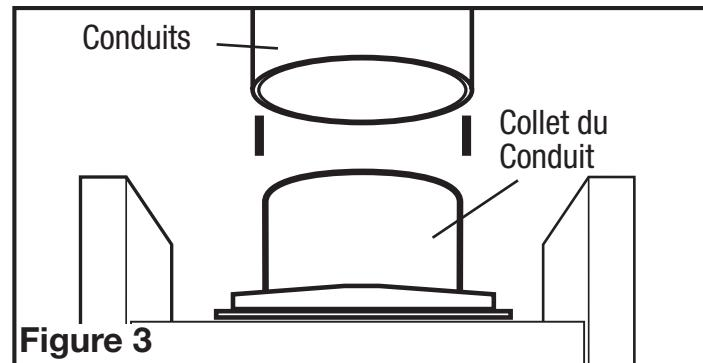

Figure 3
- Raccorder le conduit au collet de conduit du ventilateur (Figure 3). Fixer en place à l'aide de ruban ou de serre-joint. Toujours évacuer le ventilateur vers l'extérieur au travers de chapeau mural ou de toit. Il est recommandé que les raccords d'extrémité basse de restriction sont utilisées.